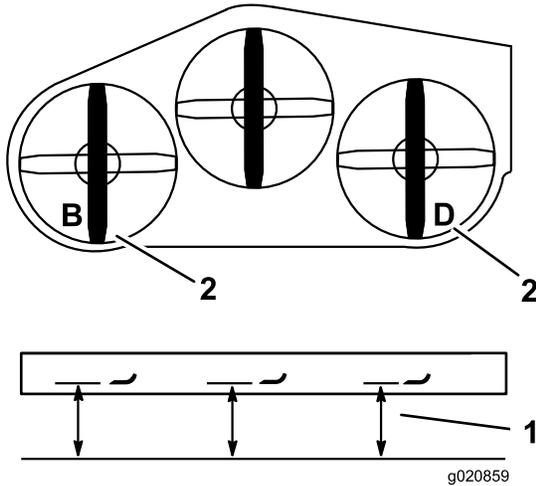

Figura 84
2. Meça a lâmina esquerda no local **B**, numa superfície nivelada à extremidade de corte da ponta da lâmina e registe esta medição (Figura 84).
3. Meça a lâmina direita no local **D**, numa superfície nivelada à extremidade de corte da ponta da lâmina e registe esta medição (Figura 84).
Nota: A medição na posição **B** tem de estar até 3 mm da medição na posição **D** (Figura 84). Caso isto não esteja correto, avance para os passos abaixo.